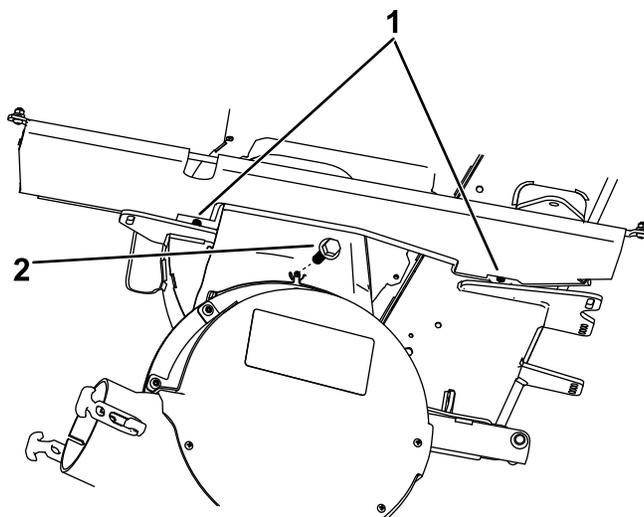

Рисунок 3
1. Установите новый поручень позади экрана и прикрепите его с помощью 2 новых винтов с шестигранной головкой (1/4 x 5/8 дюйма) (Рисунок 3).